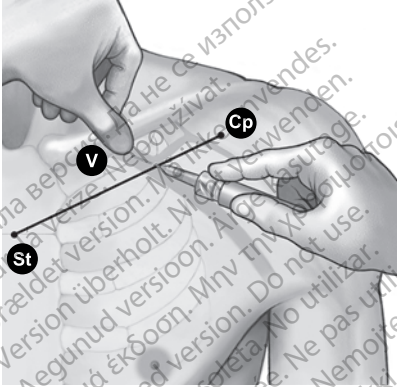

Figure 5. Emplacement du pouce et point d'entrée de l'aiguille
4. Appuyer le pouce contre l'index et déborder de 1 à 2 centimètres sous la clavicule pour protéger le muscle sous-clavier de l'aiguille (en cas d'hypertrophie manifeste du muscle pectoral, le pouce doit se projeter à environ 2 centimètres au-dessous de la clavicule car le muscle sous-clavier est sûrement lui aussi hypertrophié) (Figure 5